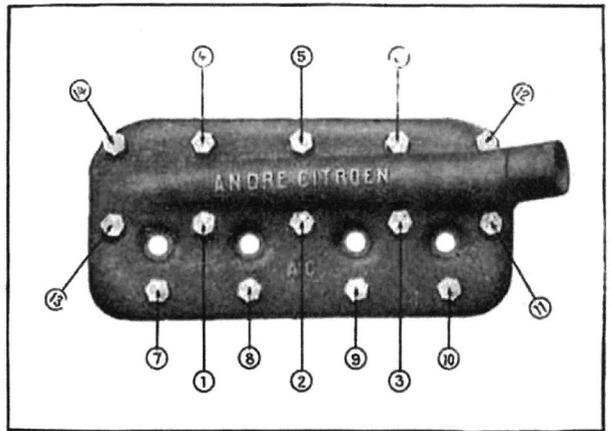

Fig. 91. — Ordre de serrage des écrous de culasse
- 16—Régler le point d'avance. Pour cela : tourner lentement le moteur jusqu'à ce que le taquet de la soupape d'échappement du cylindre n° 4 (à l'arrière du groupe) ait presque terminé sa course descendante. A ce moment, faire coïncider les repères tracés sur le carter du moteur et du volant (ce dernier marqué ALL) ; tourner ensuite l'induit de la magnéto jusqu'à ce que la marque (I) gravée sur l'engrenage de distribution, apparaisse verticalement au trou du regard du flasque AV.
- 24—Remonter et fixer la culasse en serrant progressivement les écrous des goujons d'assemblage dans l'ordre indiqué (fig. 91) et en évitant de bloquer les écrous en une seule fois.